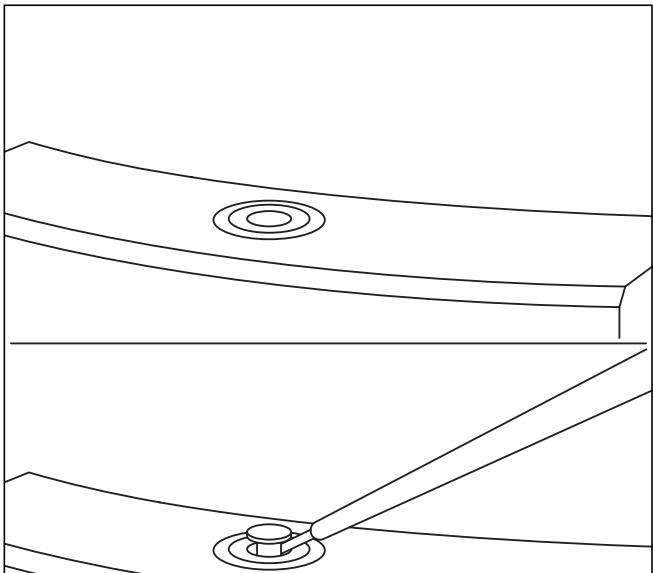

Fig. 8.6 Rimozione del cappuccio
- Sbloccare il cappuccio nero (vedere fig. 8.6) con un cacciavite ed estrarlo.